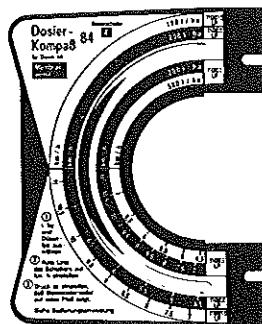

Abb. 3
4. Dosierscheibe mit Tabellen für Membranventil und LP-Düsen 110015–11006 auf besondere Bestellung, Abb. 3.